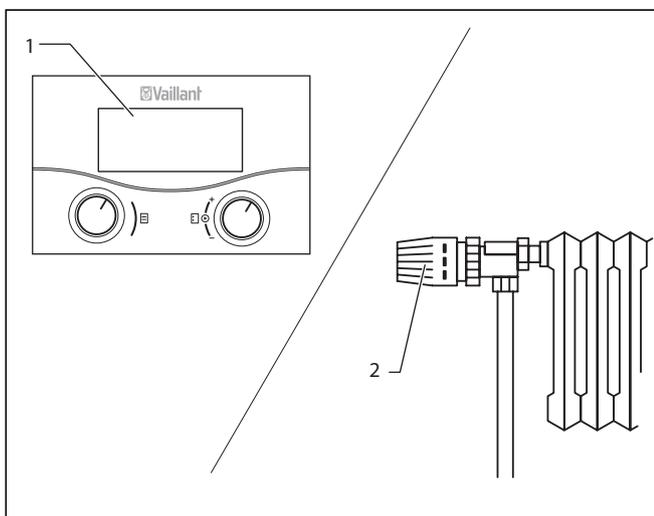

Fig. 6.10 Indstilling af rumtermostat/vejrkompenserende termostat
- Indstil rumtermostaten, den vejrkompenserende termostat (1) (Fig. 6.10) samt radiatorernes termostatventiler (2) (Fig. 6.10) iht. de pågældende vejledninger til disse tilbehørsdele.